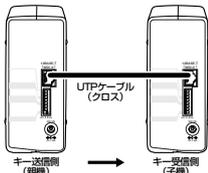

図 12 スランブルキー共有のための接続
- 5 子機に対して 1台ずつ順番に書き込む場合、図 12 のように接続してください。